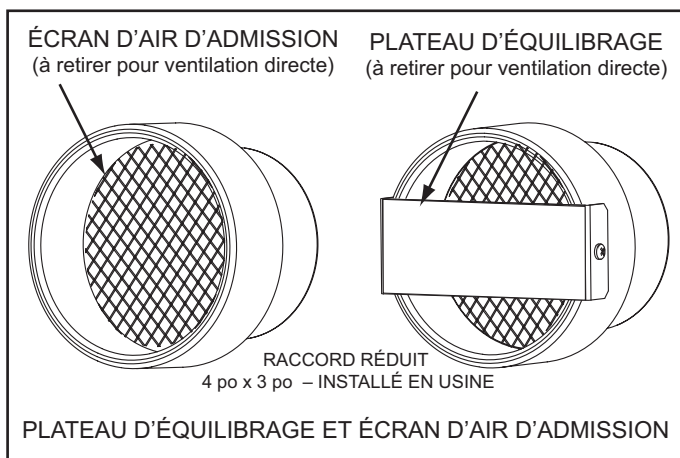

Figure 17
13. S'assurer que le plateau d'équilibrage et l'écran d'air d'admission sur la connexion d'air d'admission au chauffe-eau sont tous deux retirés avant de connecter le tuyau d'air d'admission au chauffe-eau, voir Figure 17.